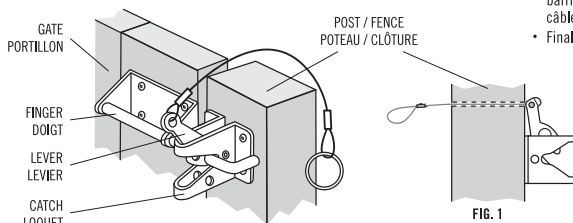

FIG. 1
- To use the latch from the opposite side of the gate, lift and press the lever against the post. Mark the post where the cable is fastened to the lever. Drill a 3/16" (4.5mm) hole through the post and feed the cable through the post hole. (Fig. 1)
- Pour utiliser le loquet du côté opposé du portillon, relevez le levier et appuyez-le contre le poteau. Faites un repère au point d'attache du câble sur le levier de la barrière. Percer un trou de 3/16es po (4,75 mm) dans le poteau et faites passer le câble dans le trou. (Fig. 1)